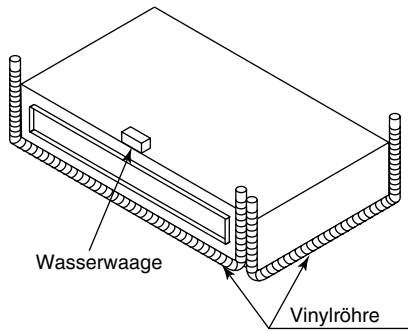

Abb. 3-81
- (4) Die Höhe der Einheit einstellen.
- (5) Sicherstellen, dass die Einheit waagrecht liegt.
- Mithilfe einer Wasserwaage oder einer mit Wasser gefüllten Kunststoffröhre sicherstellen, dass die Einheit waagrecht installiert ist. Bei Gebrauch einer Kunststoffröhre anstatt einer Wasserwaage, die Oberfläche der Einheit auf die Wasseroberfläche an beiden Enden der Kunststoffröhre ausrichten und die Einheit in die Horizontale bringen. (Wenn die Einheit so installiert wird, dass keine Neigung in Richtung Ablaufleitung besteht, kann es zu Lecks kommen.) (Abb. 3-81)